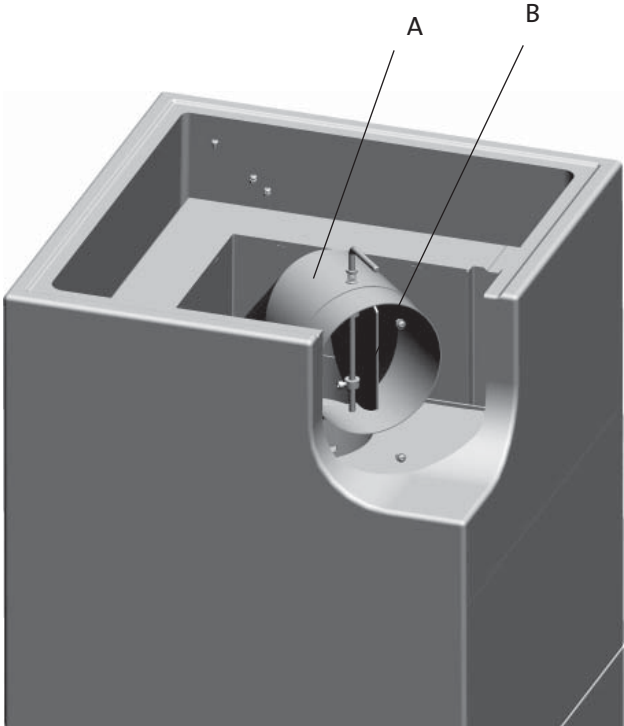

Fig. 14
12. Bringen Sie die Roste oben an der Ummantelung an (**Abb. 14 A**).